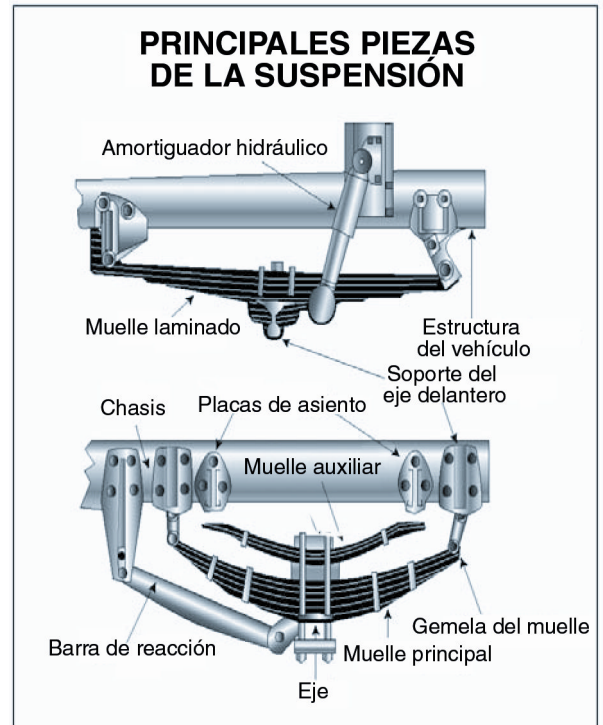

Figura 2.2
- Soportes de muelles que dejen que el eje se desplace de la posición correcta. (ver la figura 2.2)